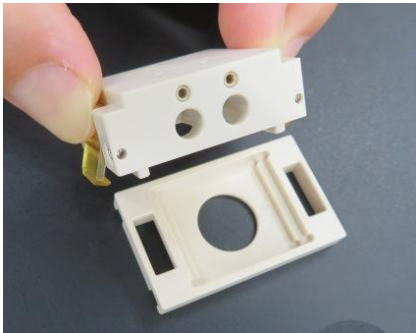

図 11 上下分割
- ① 左右の黄色い留め具の上部を指で押し込み、ソケットを上下に分割します。(図 11)